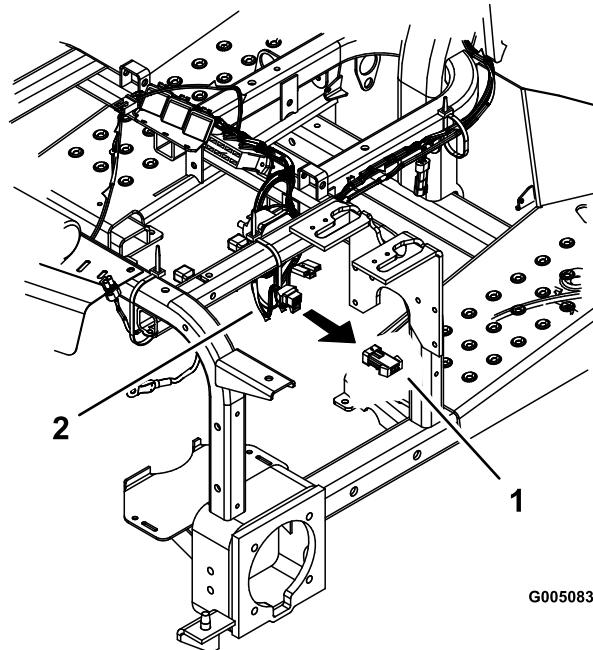

Bild 33
- Nehmen Sie den Überbrückungsdraht vom Hauptkabelbaum unter dem Armaturenbrett ab (Bild 33).